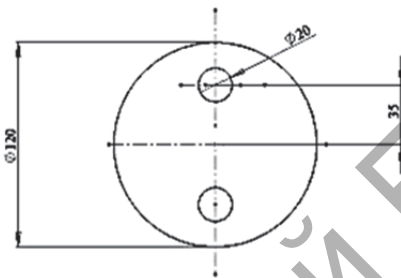

Рисунок 3.3
3. Создайте эскиз согласно рисунку (рис. 3.3). Постройте осевые линии, проходящие через начало координат. Затем выберите команду «Окружность» и постройте окружности произвольного радиуса, расположенные на вертикальной осевой линии. Нанесите размеры, используя команду «Автоматическое нанесение размеров». Вторую окружность диаметром **20 мм** постройте как зеркальную копию первой относительно горизонтали, щёлкнув на кнопке «Зеркально отразить».